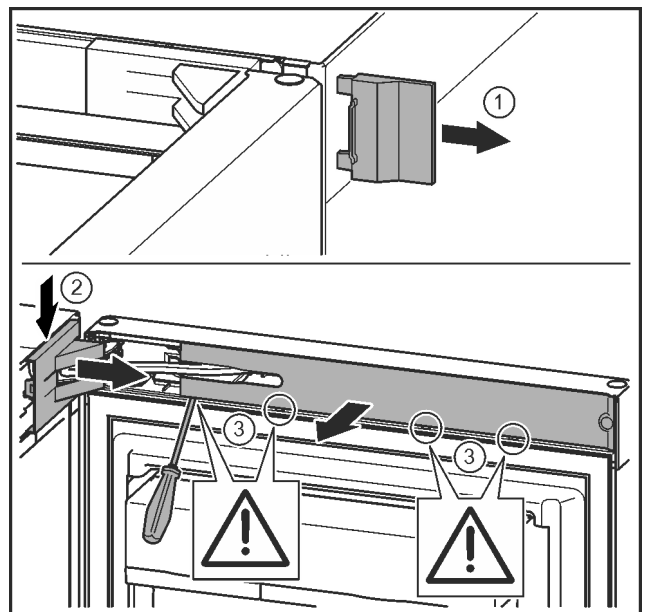

Fig. 9
- Зніміть зовнішню кришку. *Fig. 9 (1)*
- Звільніть і ослабте кришку опорного кронштейна. Зніміть кришку опорного кронштейна. *Fig. 9 (2)*
- За допомогою шліцевої викрутки звільніть від фіксатора та поверніть убік накладку. *Fig. 9 (3)*